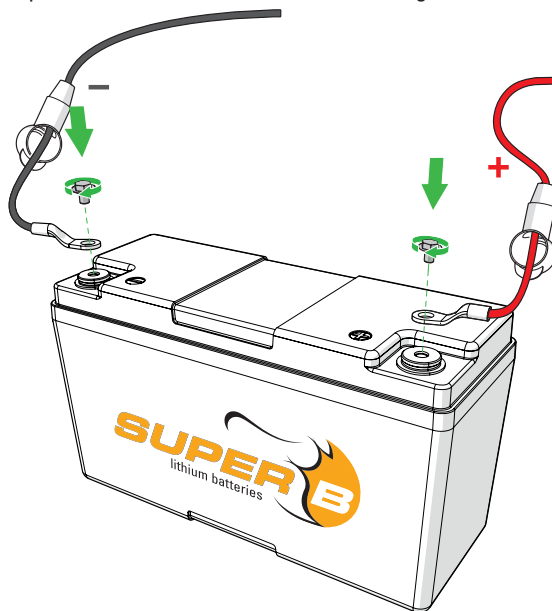

Figure 4. Connexion des câbles d'alimentation à la batterie.
1. Connecter la charge ou le chargeur à la borne X2 (+) de la batterie. (figure 4)
2. Connecter ensuite la charge ou le chargeur à la borne X1 (-) de la batterie. (figure 4)